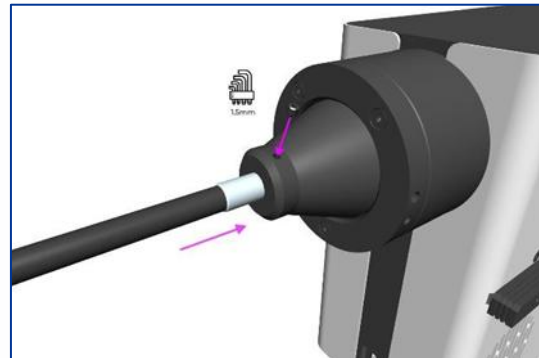

Abbildung 15
2. Halten Sie den Flüssigkeitslichtleiter fest und verwenden Sie den 1,5-mm-Sechskantschlüssel, um die Halteschraube am Ausgang der Lichtquelle vorsichtig zu befestigen (Abbildung 15 ).